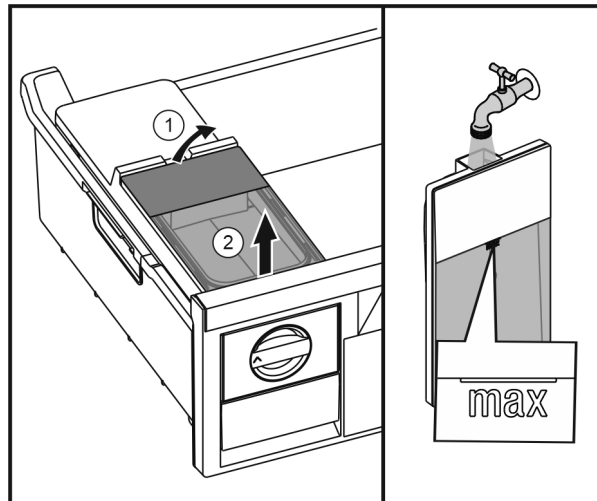

Fig. 37
- ▶ Sollevare il serbatoio dell'acqua da dietro Fig. 37 (1) e rimuoverlo sollevandolo Fig. 37 (2).